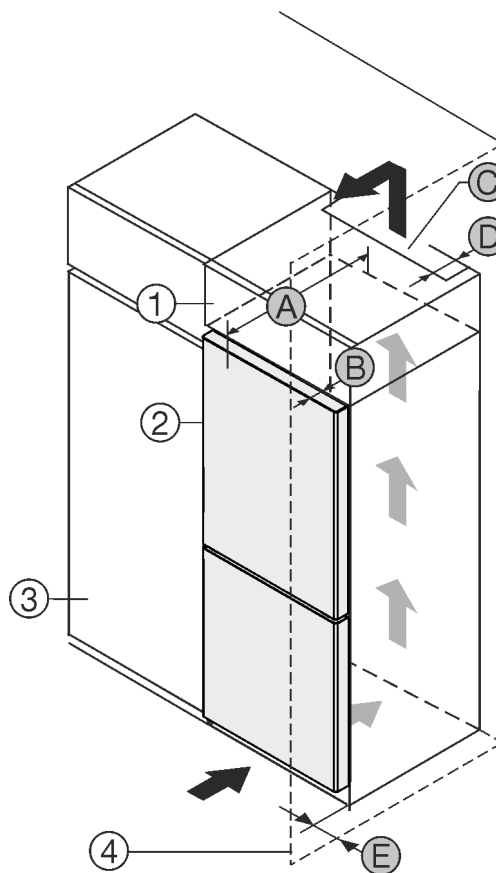

Fig. 1
Urządzenie można ustawić bezpośrednio obok szafki kuchennej Fig. 1 (3).
Na tylnej ściance szafki nasadzonej wymagany jest wywiewny kanał wentylacyjny o głębokości Fig. 1 (D) na całej szerokości szafki.
Pod sufitem pomieszczenia należy zachować przekrój wentylacyjny Fig. 1 (C).
Jeżeli urządzenie będzie ustawiane z zawiasami do ściany Fig. 1 (4), to pomiędzy urządzeniem i ścianą należy zachować minimalny odstęp, wynoszący 13 mm.
Jeżeli urządzenie będzie ustawiane z zawiasami do ściany Fig. 1 (4), to pomiędzy urządzeniem i ścianą należy zachować minimalny odstęp, wynoszący 20 mm.
By móc całkowicie otworzyć drzwi, urządzenie musi wystawać przynajmniej o głębokość drzwi Fig. 1 (B) za front szafki kuchennej. W zależności od głębokości szafek kuchennych Fig. 1 (3) oraz od zastosowania elementów dystansowych urządzenie może wystawać jeszcze bardziej.